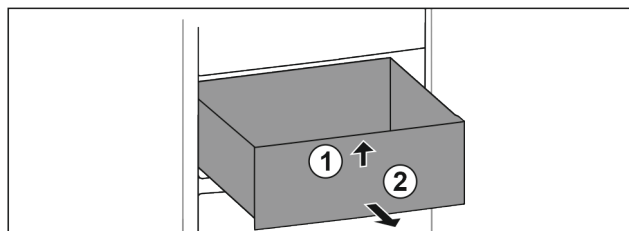

Fig. 19
- ▶ Nadzvedněte zásuvku vpředu. Fig. 19 (1)
- ▶ Vyměte zásuvku dopředu. Fig. 19 (2)